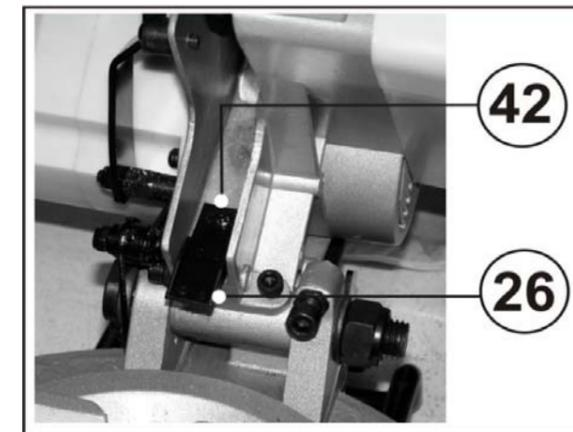

Рис.26
Если когда-либо возникнет необходимость замены пылеотбойника (26), Рис. 26, снимите пильный диск. Вывинтите винт (42), сменийте пылеотбойник (26).